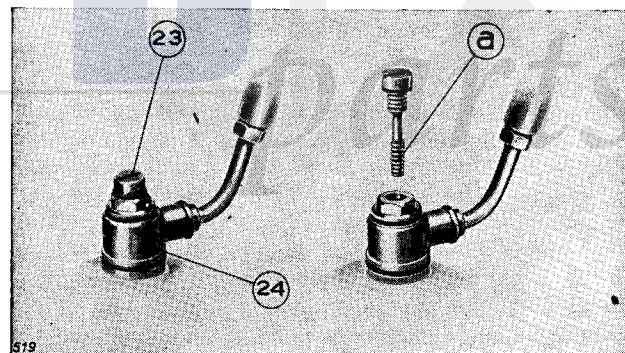

Fig. 11
Schroef 23 (afb. 11) heeft tot doel de toevoer van benzine naar de carburateur te regelen om overlopen te voorkomen, hetgeen kan optreden bij zeer slechte wegen.
Bovendien kan men door deze pomp het volgende vaststellen: Is de weerstand bij het pompen geringer dan gewoonlijk, dan betekent dit: dat de tank leeg is; de benzineleiding nog gesloten; het zeefje, de benzineleiding of schroef 23 (Afb. 11) verstopt is.
- 3) Toevoerings-schroef 23 op filterkamer 24 (afb. 11) moet ontflucht worden. Benzinekraan sluiten, schroef 23 losdraaien, benzinekraan even openzetten, zodat de benzine overstroomt en alle lucht uit de leiding verdreven wordt. Daarna kraan sluiten en de schroef vastzetten.